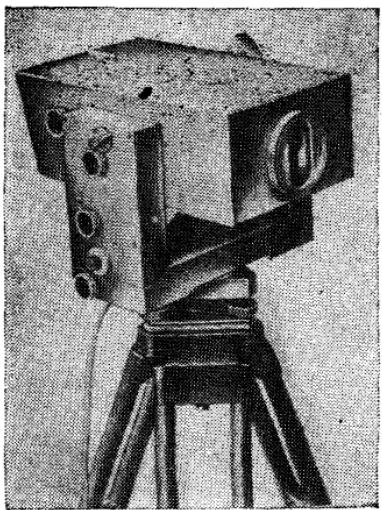

Рис. 5. Светодальномер ЕОК 2000
2.14. Светодальномер ЕОК 2000 (рис. 5) предназначен для производства линейных измерений при создании опорных геодезических сетей.